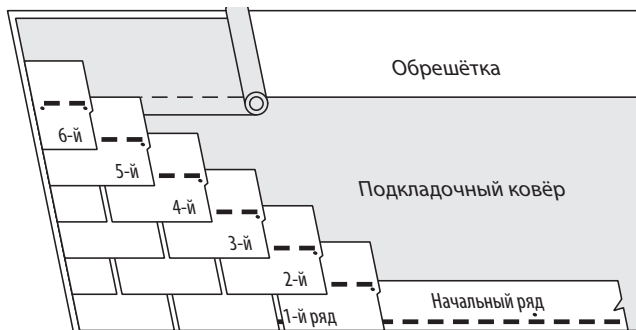

Рис. 10-16. Метод укладки с уступом на половину язычка.
3. Продолжайте укладку начального ряда, монтируя целые гонты начального ряда вдоль карнизов (*Рис. 10-16*).
1-й РЯД: Уложите целый гонт в левом нижнем углу крыши таким образом, чтобы язычки гонтов были вровень с начальным рядом (*Рис. 10-16*).
2-й РЯД: Отрежьте 16,7 см (пол-язычка) от левого края гонта и уложите оставшийся кусок на гонт первого ряда вровень с его левым краем, оставив в первом ряду открытый участок высотой 14,3 см. (*Рис. 10-16*).
РЯДЫ С 3-ГО ПО 6-Й: Каждый последующий ряд, до восьмого ряда включительно, должен начинаться с гонта, который на половину язычка (16,7 см) короче (с левой стороны), чем гонт предыдущего ряда (*Рис. 10-16*). Оставляйте на гонтах каждого ряда открытый участок высотой 14,3 см.